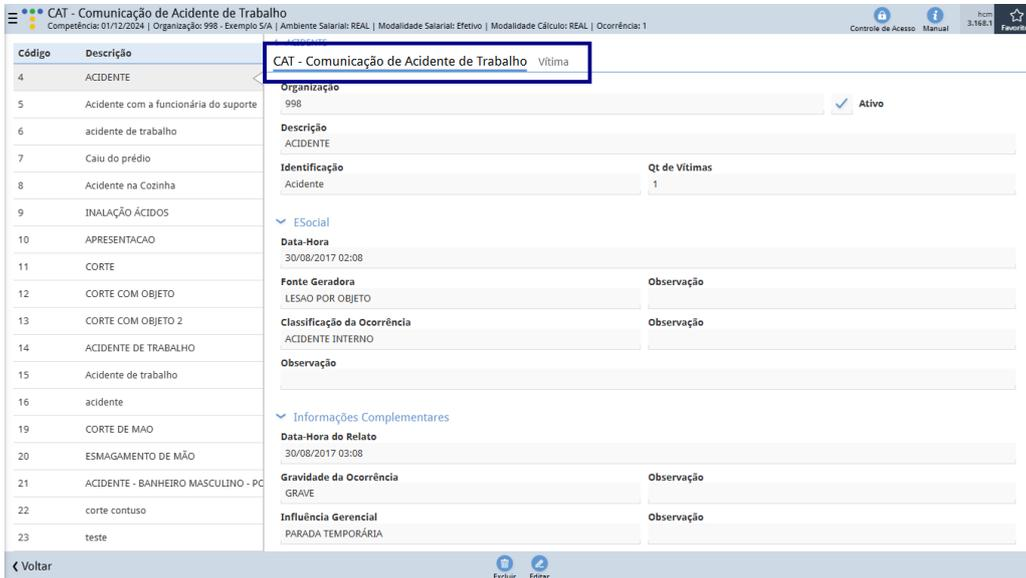

Figura 26: Janela Detalhamento
Ao selecionar a CAT cadastrada, será exibida uma janela de detalhamento (Figura 26) contendo as informações previamente registradas. Essa janela inclui a aba **Vítima** (ver item 4.1), destinada ao registro de informações adicionais relacionadas à vítima.